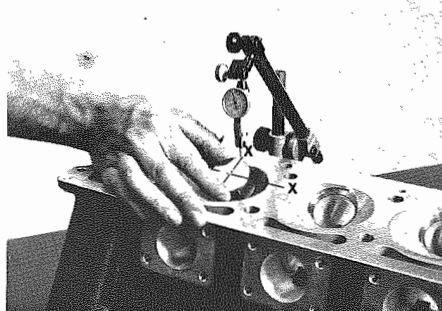

Fig. 39 - Misurare il gioco valvola-guida valvola
- Misurare il gioco tra valvola e guida-valvola come mostrato in **Fig. 39**. Sostituire sia la valvola che la guida-valvola se il gioco è superiore al valore dato (vedi pag. 1-2).
- Measure the clearance between valve and valve guide as shown in **Fig. 39**. Replace both valve and valve guide if the clearance is greater than the value indicated (see page 1-2).